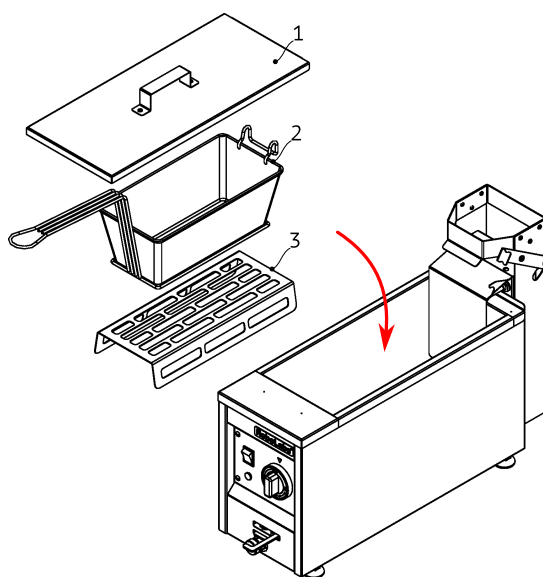

Рисунок 2
5. Установите решётку защитную (3) внутрь ванны поверх ТЭНов, см. Рис. 2.
6. Установите корзину (2) и крышку (1).